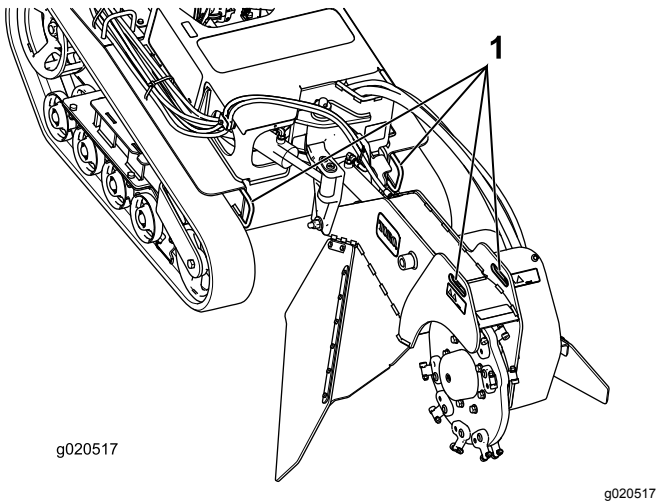
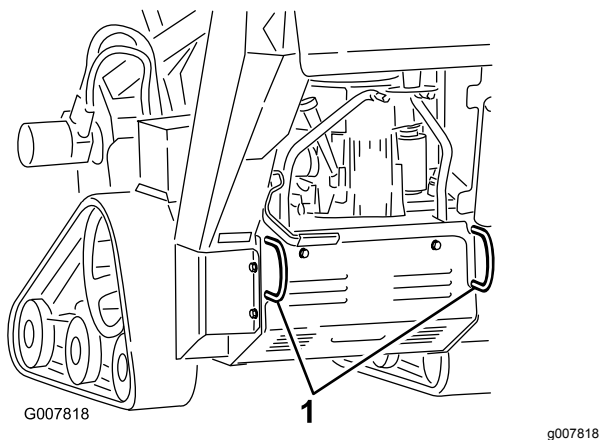

Bild 21
Bild 22
3. Befestigen Sie die Maschine mit Ketten oder Riemen an den Vergurtungsstellen bzw. Hebelaschen vorne und hinten an der Maschine auf einem Anhänger (Bild 21 und Bild 22). Halten Sie die örtlichen Vorschriften für Anhänger und Vergurtung ein.
Sie können die Maschine mit den Vergurtungs- und Hebeschlaufen als Hebestellen hochheben (Bild 21 und Bild 22).